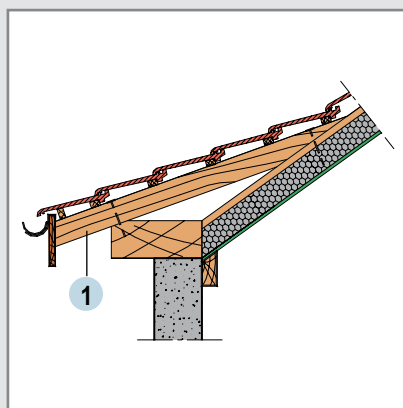

Fig. 13 : Dégorgement de toit avec coyau
- Rives encastrées et coyaux (fig. 13 et 14).